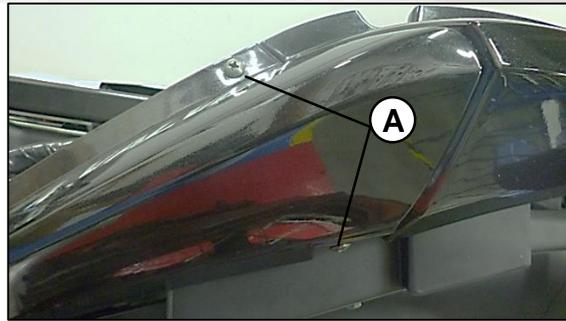

Fig.07
Desajuste los tornillos (B) de ambas cubiertas parte trasera. **Fig.08**. Desajuste los tornillos golosos (A) de la cubierta izquierda y hale hacia afuera suavemente **Fig.07**, para la cubierta derecha solo es necesario con el tornillo (B) ya desajustado y halar la cubierta suavemente.